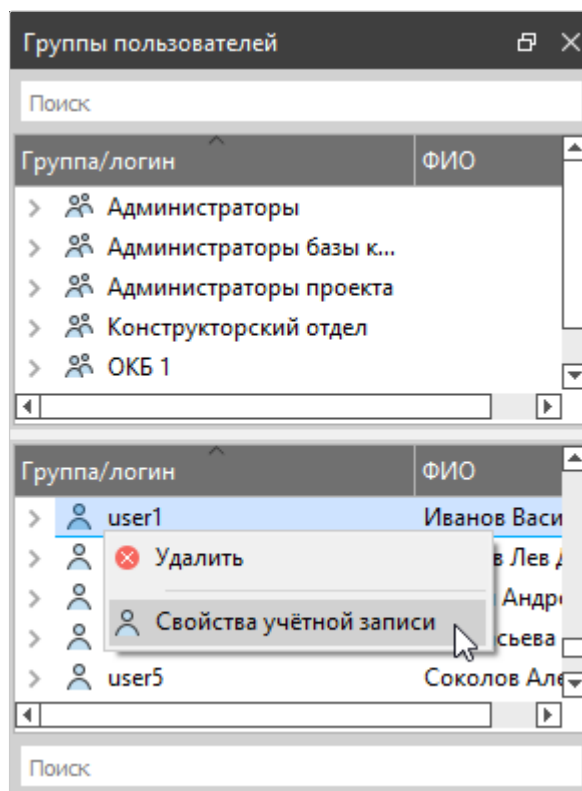

Рисунок 76. Пункт контекстного меню «Свойства учетной записи»
- 1) В окне «Группы пользователей» щелкнуть правой кнопкой мыши по выбранному пользователю и в открывшемся контекстном меню выбрать пункт «Свойства учетной записи» (см. рисунок 76);